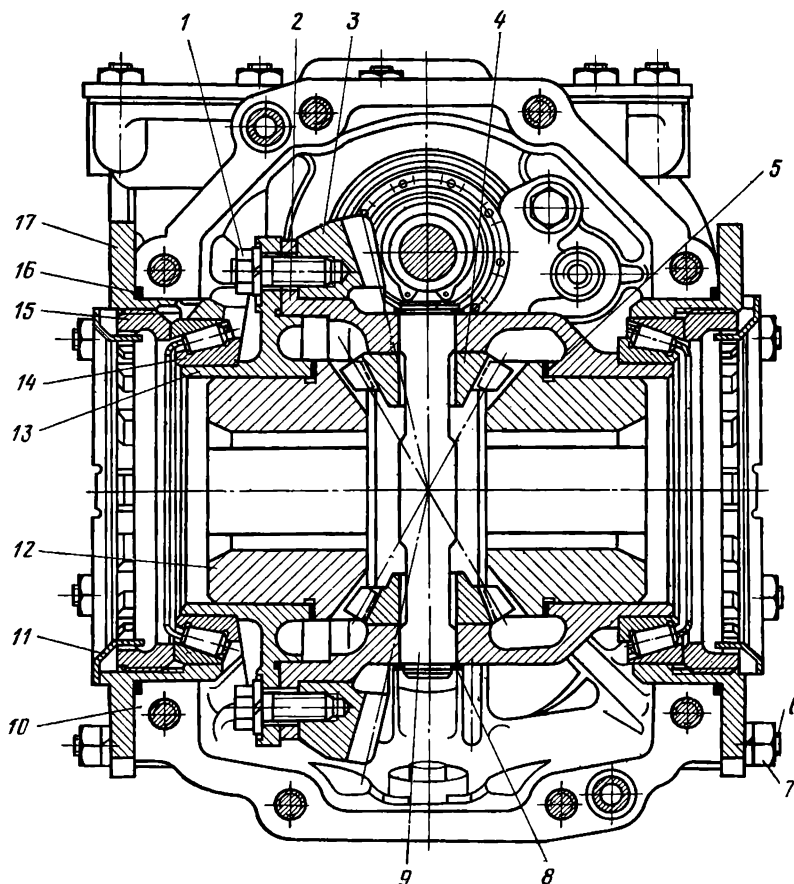

Рис. 107. Главная передачи и дифференциал:
**Главная передача и дифференциал** (рис. 107) установлены в разьеме картеров коробки передач и сцепления. Ведущая шестерня главной передачи выполнена за одно целое с ведомым валом коробки передач, который вращается на четырех опорах. Ведомая шестерня 3 центрируется на цилиндрической проточке корпуса 2 дифференциала и совместно с крышкой 13 дифференциала прикреплена к коробке восемью болтами 1. Ведомая шестерня вместе с корпусом и крышкой дифференциала вращается на двух конических подшипниках 14, установленных в корпусах 17. Корпуса подшипников установлены в боковые отверстия картера 10 коробки передач. Каждый корпус крепится шестью шпильками 6 и гайками 7, затягиваемыми крутящим моментом 1,6...2,0 кгс·м. Уплотнение корпусов подшипников осуществляется с помощью уплотнителей 16. Конические подшипники ведомой шестерни зажимаются регулировочными гайками 15, которыми устанавливается боковой зазор в зацеплении главной пары в пределах 0,08...0,22 мм.